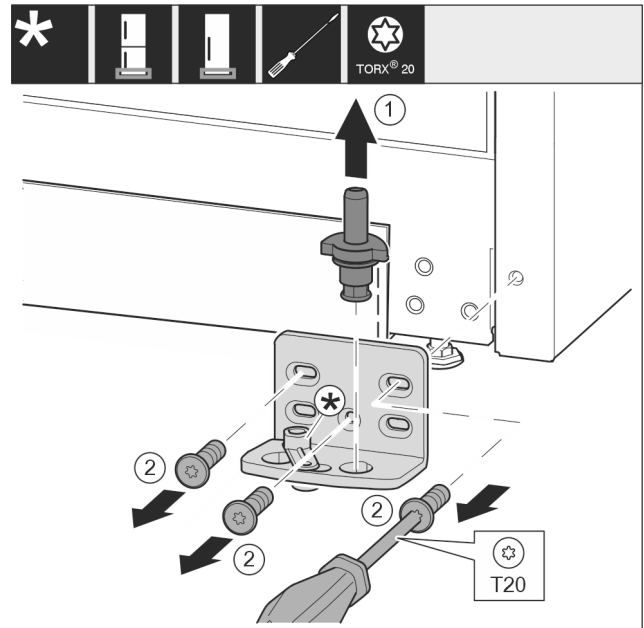

Fig. 13
- ▶ Sortir complètement l'axe de palier par le haut. *Fig. 13 (1)*
- ▶ Desserrer les vis avec le tournevis T20 et enlever le support de palier. *Fig. 13 (2)*